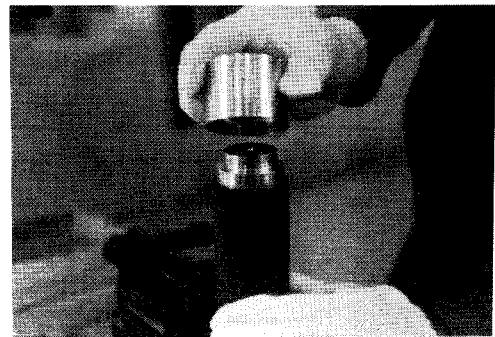

図2-14
⑤ 治具接着位置の確認をする。
- ・図2-14のようなガイドを用意し、工作物とセンタ穴付き治具の取付け位置を確認する（図2-15）。